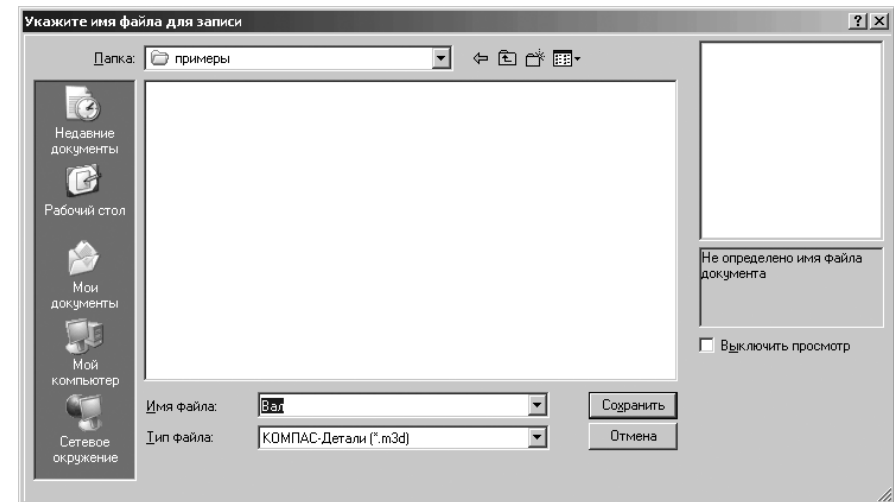

Рис. 2.35. Диалоговое окно **Укажите имя файла для записи**
- задайте в диалоговом окне в поле **Имя файла**, например, имя **Вал** в папке (каталоге) **Примеры** (рис. 2.35).